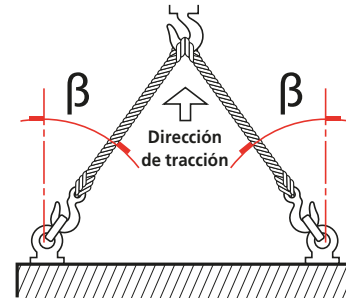

Fig 7.1 Elevación (actuador de efecto simple hasta tamaño 161)
- En el caso de los actuadores de efecto simple, enganche la eslinga de cadena doble en las orejetas de elevación, tal y como se muestra en la Fig. 7.1.